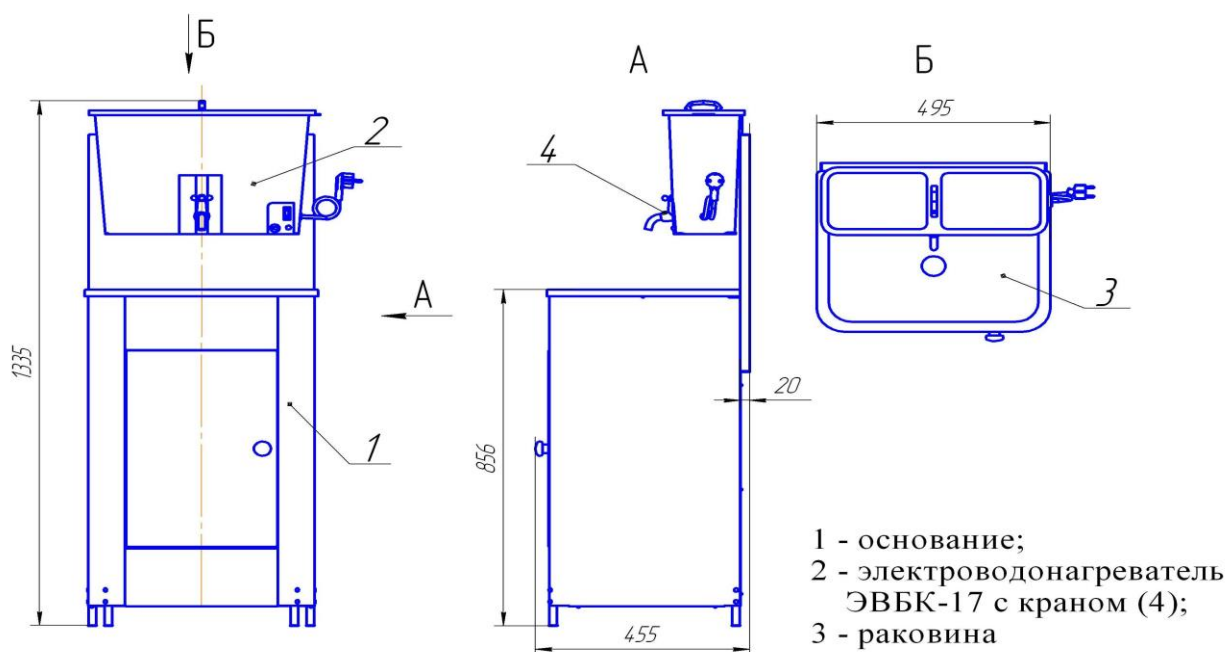
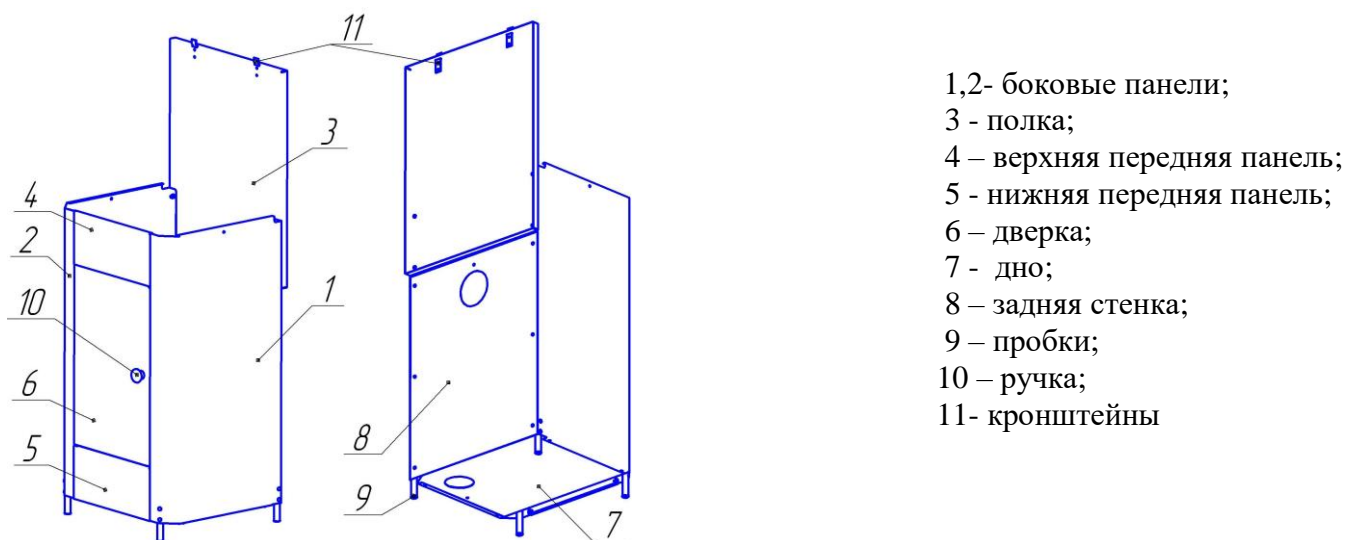

Рисунок 1 - Общий вид умывальника
Рисунок 2 - Основание умывальника
5.1 Умывальник состоит (см. рис. 1) из основания 1, электроводонагревателя 2, раковины 3, крана 4.
5.2 Устройство основания умывальника приведено на рис. 2
Для подготовки умывальника к работе необходимо произвести сборку основания умывальника (рис. 2) в следующей последовательности:
6.1 Сборка основания (см. рис. 2) с использованием комплекта крепежа:
6.2 Распаковать раковину поз. 3 (см. рис. 1) и установить в основание поз. 1. При необходимости надеть сливной патрубок на раковину (в комплект поставки не входит, приобретается в магазинах сантехники).
6.3 Распаковать электроводонагреватель ЭВБК - 17 поз. 2 (см. рис. 1). и присоединить к нему кран и ручку крышки (саморезом), входящие в комплект электроводонагревателя ЭВБК - 17.
6.4 Установить электроводонагреватель ЭВБК - 17 поз. 2 (см. рис. 1) на кронштейны 11 полки умывальника поз. 3 (см. рис. 2), убедиться в надёжности крепления ЭВБК - 17.
6.6 Залить воду в электроводонагреватель ЭВБК - 17 поз. 2 (см. рис. 1), включить нагрев воды.